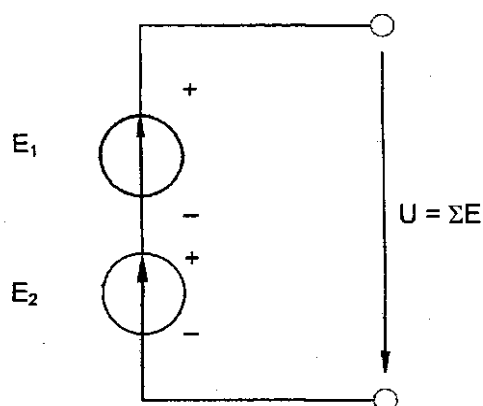

Рис. 6.2
- Соберите цепь с последовательным соединением источников напряжения согласно схеме (рис. 6.2), используя в качестве одного из источников нерегулируемый источник 15 В, в качестве другого - регулируемый, установив на нем напряжение 5... 10 В.